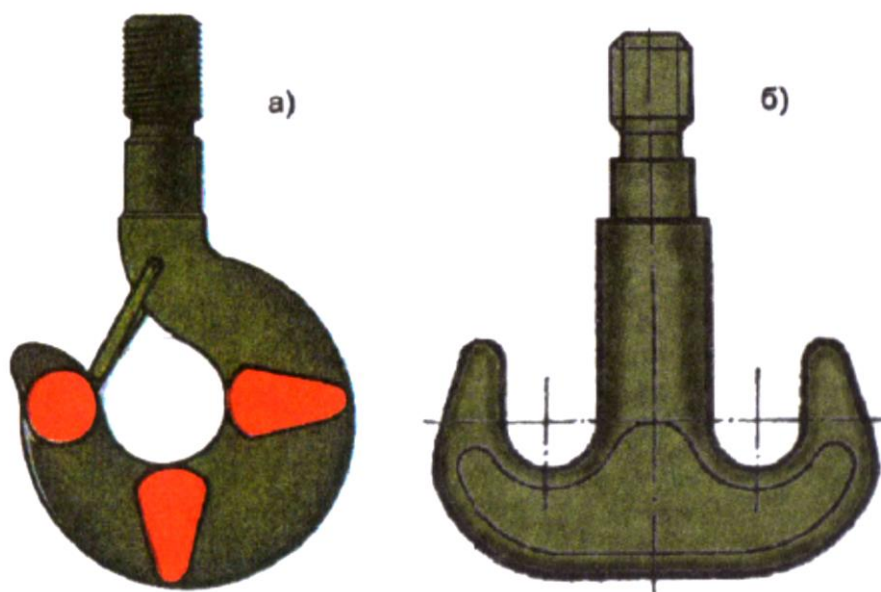

Рис. 15. Грузовые крюки: а – однорогий; б – двурогий
- а) однорогие (рис. 15,а);
- б) двурогие (рис. 15,б).